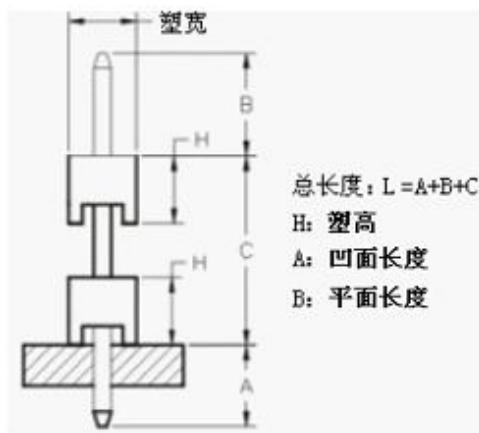
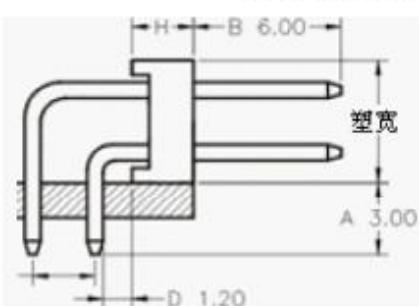
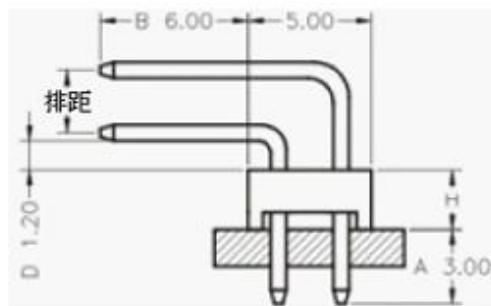

图1 单排双层直插针
图2 双排单层弯90° 插针
图3 双排单层弯90° 插针
1.2.6 **塑高:** 图1, 图2中H高度, 即插针绝缘体高度。
1.2.7 **插针总长度, 凹面长度, 平面长度.** 图1、图2、图3中A为凹面长度, B为平面长度, 总长度是从插针一端到一端的长度。双排弯90°插针较特殊, 总长度是较短一边一端到另一端长度(如图2中, 弯90°插针总长度是A+B+H+D)。